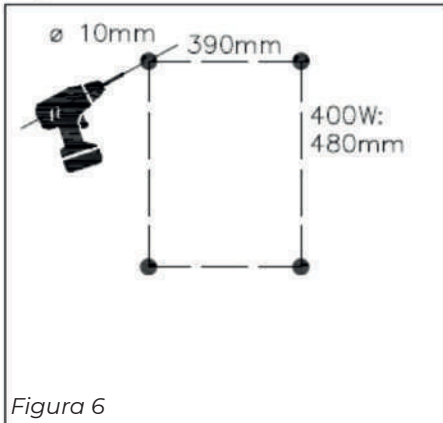

Figura 6
**4.** Faça dois furos superiores para os pinos de ancoragem com 390 mm de distância horizontal entre os furos (Figura 6).
**5.** Faça dois furos inferiores para os bujões de parede com 390 mm Distância horizontal entre os furos (Figura 6). A distância vertical entre os furos inferior e superior é aproximadamente 480mm